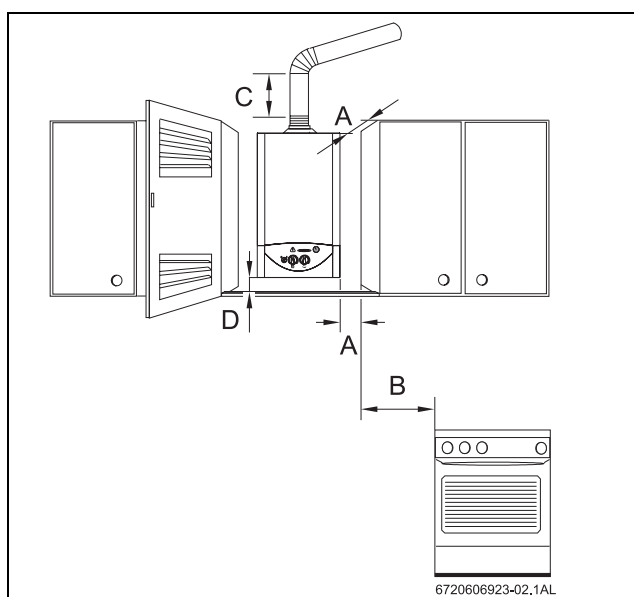

Fig. 7 Distances minimales
- Assurer un accès pour les travaux d'installation et d'entretien - pour cela, respecter les distances minimales indiquées sur la Fig. 7.